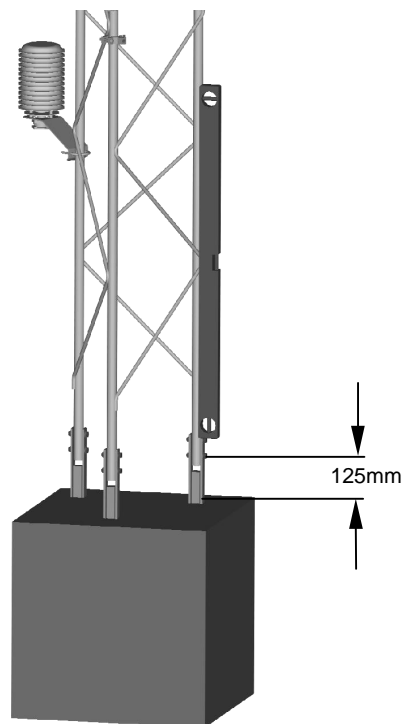

Figure 4 Mise à niveau de la tour
3. Remplissez le trou avec le mélange de béton et vérifiez que la tour est bien verticale, à l'aide d'un niveau à bulle. Assurez-vous que les écrous de fixation de la tour présents sur les pieds de fixation, sont au moins à 125 mm au dessus de la surface définitive du béton (voir figure 4).